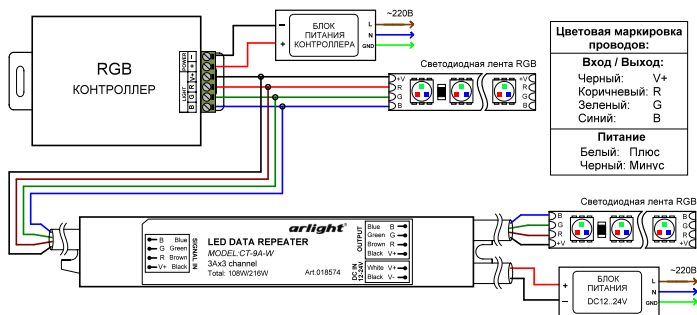

Рис.1. Схема подключения.
- 3.3. Подключите светодиодную ленту или другой светодиодный источник света к выходу усилителя **OUTPUT** согласно схеме (Рис.1), соблюдая полярность и порядок подключения проводов RGB. Соответствие цветов проводов указано на схеме и корпусе усилителя.